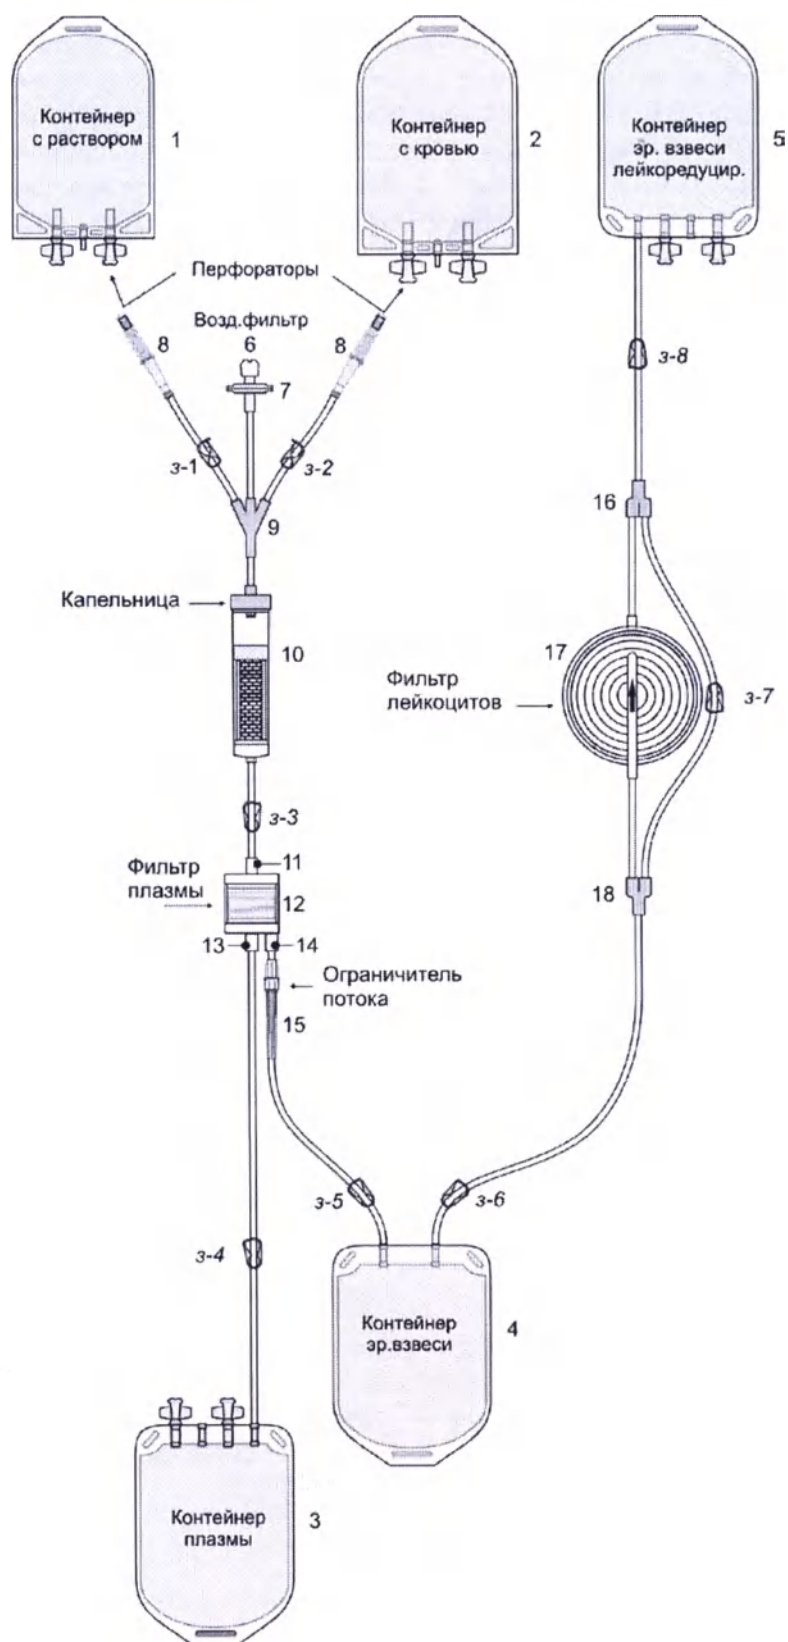

Рис. 1. Схема мобильного гравитационного сепаратора крови «ГемоСеп».
Обозначения элементов Сепаратора и сопутствующих изделий на рис.1: 1. Контейнер с ресуспендирующим раствором SAGM (САГМ) – 100 мл, 2. Контейнер со стабилизированной антикоагулянт консервированной донорской кровью – 500 мл. 3. Контейнер для плазмы. 4. Контейнер для эритроцитной взвеси (ресуспендированная в растворе САГМ эритроцитная масса). 5. Контейнер для эритроцитной взвеси. 6. Съёмный колпачок воздушного фильтра 7, 8. Перфораторы со съёмными наружными колпачками и несъёмными внутренними перфорируемыми колпачками, защищающими колющую часть перфоратора от контаминации. 9. Четверник. 10. Капельница с фильтром 170 мкм микроагрегатов крови. 11. Вход крови. 12. Спиральный плазмофильтр. 13. Выход крови. 14. Выход эритроцитной² массы. 15. Ограничитель потока. 16, 18. Тройники обводной трубки лейкоцитарного фильтра – 17, 3-(1-8) – зажимы. Все элементы сепаратора герметично соединены трубками.
2. Закрывать синий зажим 3-1 на линии раствора САГМ, красный зажим 3-2 - на линии крови и зажим под капельницей - 3-3. Все остальные зажимы – открыты (рис. 1).